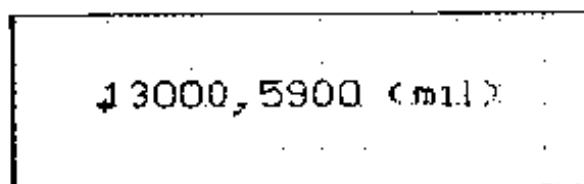

图 7-22 在图纸中放置位置坐标
(1) 在 Placement Tools 工具栏中单击  按钮,选择放置位置坐标的工具,或者选择 Place > Coordinate。
(2) 此时鼠标箭头变为十字光标,并且带有当前鼠标的位置坐标,在图纸中移动十字光标,在适当的位置单击,将位置坐标放置在图纸上。此时鼠标箭头仍保持为十字光标的形状,用户还可以继续在图纸中放置位置坐标,右击鼠标,退出放置位置坐标的工作状态,得到如图 7-22 所示的效果。